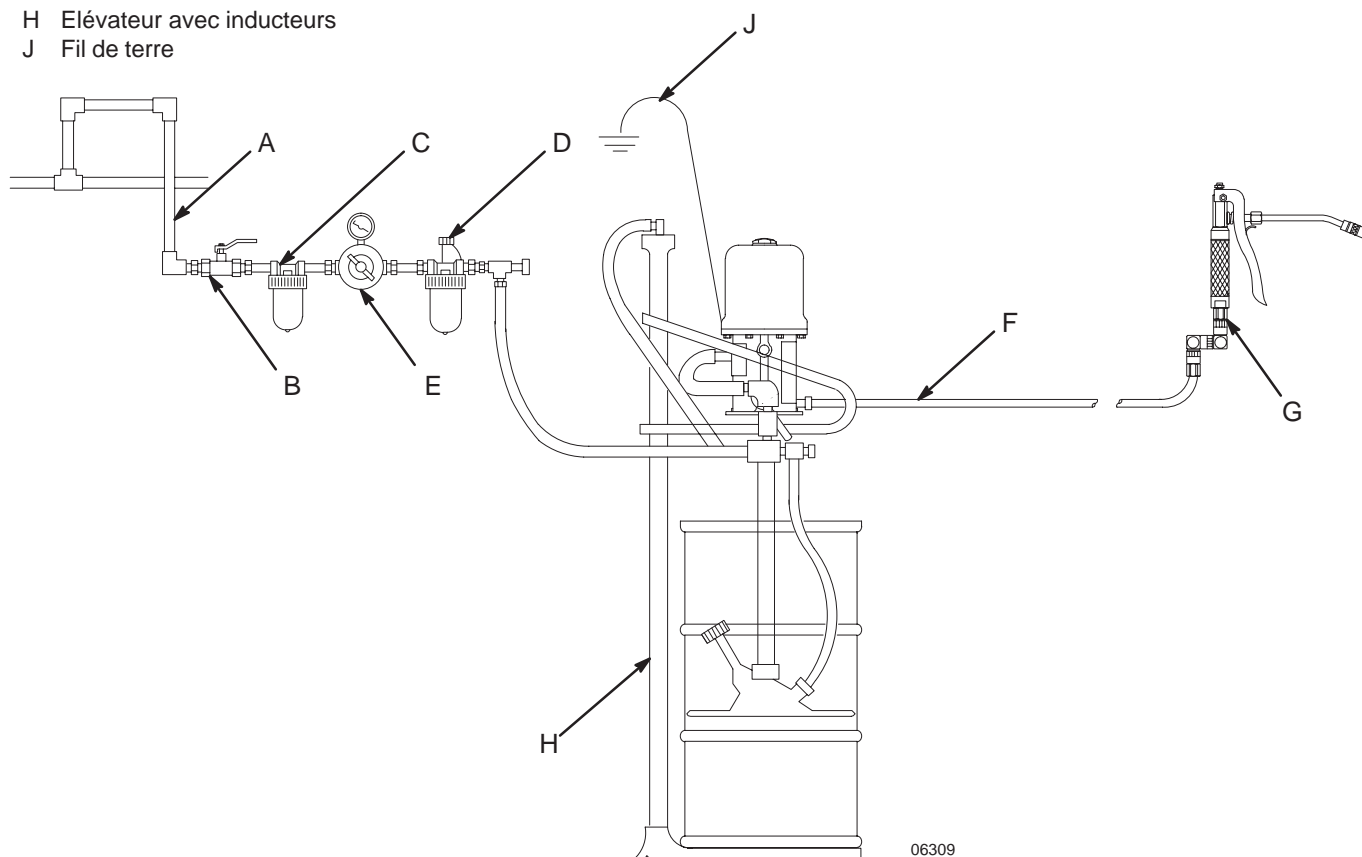

Fig. 2
Utiliser le régulateur d'air (E) pour régler le régime de la pompe et la pression produit. Voir la Fig. 2. Toujours utiliser la pression d'air la plus faible nécessaire pour obtenir les résultats désirés.